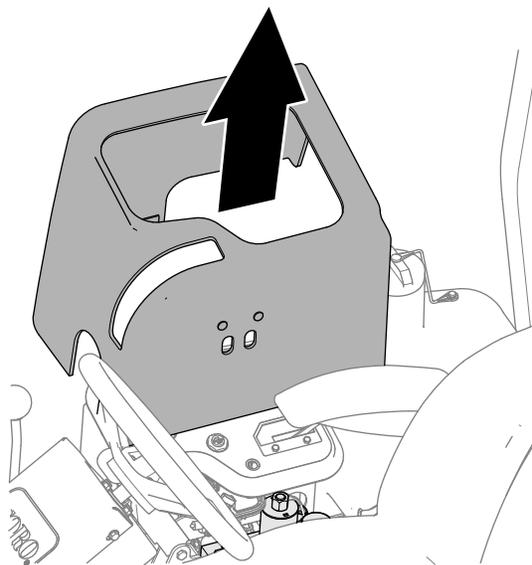

Рисунок 92
3. Поднимите крышку консоли управления (Рисунок 92) на магнитном креплении, чтобы открыть доступ к коллектору газонокосилки.